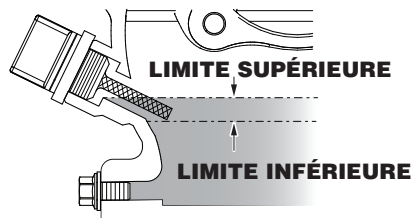

Figure 5. Jauge d'huile moteur (Niveau d'huile)
4. Si le niveau d'huile est faible (Figure 5), remplir jusqu'au bord du trou de remplissage d'huile avec le type d'huile recommandé (Tableau 5).